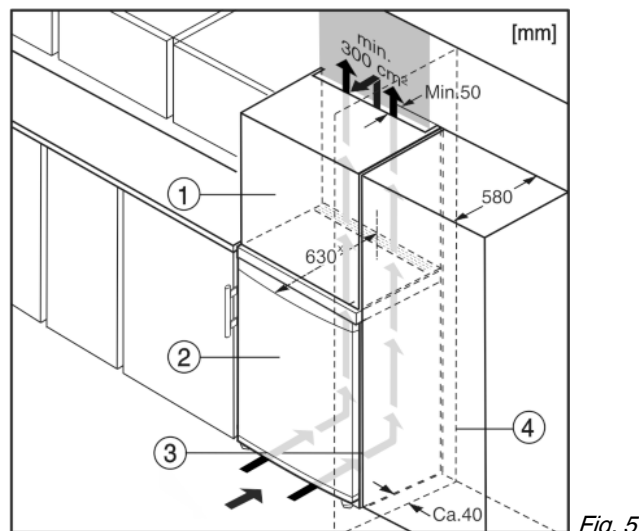

Fig. 5
- (1) Дополнительный шкафчик
(2) Устройство
(3) Кухонный шкаф
(4) Стенка
Устройство может быть окружено кухонными шкафами. Чтобы уравнять устройство Fig. 5 (2) по высоте с кухонной стенкой, можно установить над устройством дополнительный шкафчик Fig. 5 (1).
При комбинировании с кухонными шкафами (глубина макс. 580 мм) устройство можно установить непосредственно рядом с кухонным шкафом Fig. 5 (3). Устройство выступает сбоку на 34 мм* и по центру на 50 мм* относительно передней стенки кухонного шкафа.
Если устройство установлено на шарнирах у стены Fig. 5 (4), то расстояние между устройством и стеной должно быть не менее 40 мм. Настолько выступает ручка при открытой двери.